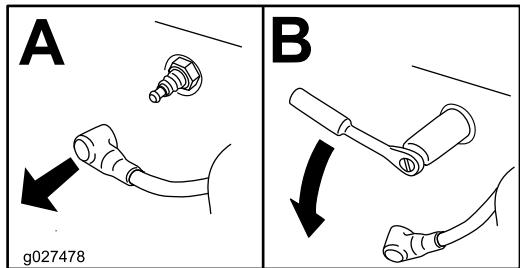

Figura 53
4. Retire a vela de ignição (Figura 53).